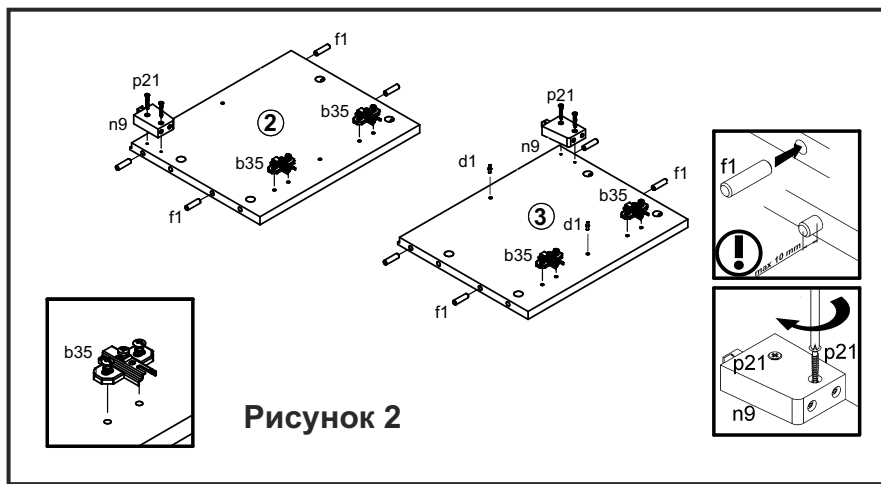

Рисунок 2
2. В отверстия $\varnothing 8$ мм на нижних и верхних кромках стенок боковых 2, 3, стенки средней 4 вбить деревянные шканты f1 (см. рис. 2).
3. При помощи шурупов p21 на внутренних поверхностях стенок боковых 2, 3 закрепить кронштейны для навешивания n9 (рис. 2).
4. В отверстия $\varnothing 5$ мм на внутренних поверхностях стенок боковых 2, 3 закрепить направляющие петель b35 (см.рис. 2).
5. В отверстия $\varnothing 5$ мм на внутренней поверхности стенки боковой 3, правой поверхности стенки средней 4 установить полкодержатели d1 (см. рис. 2).